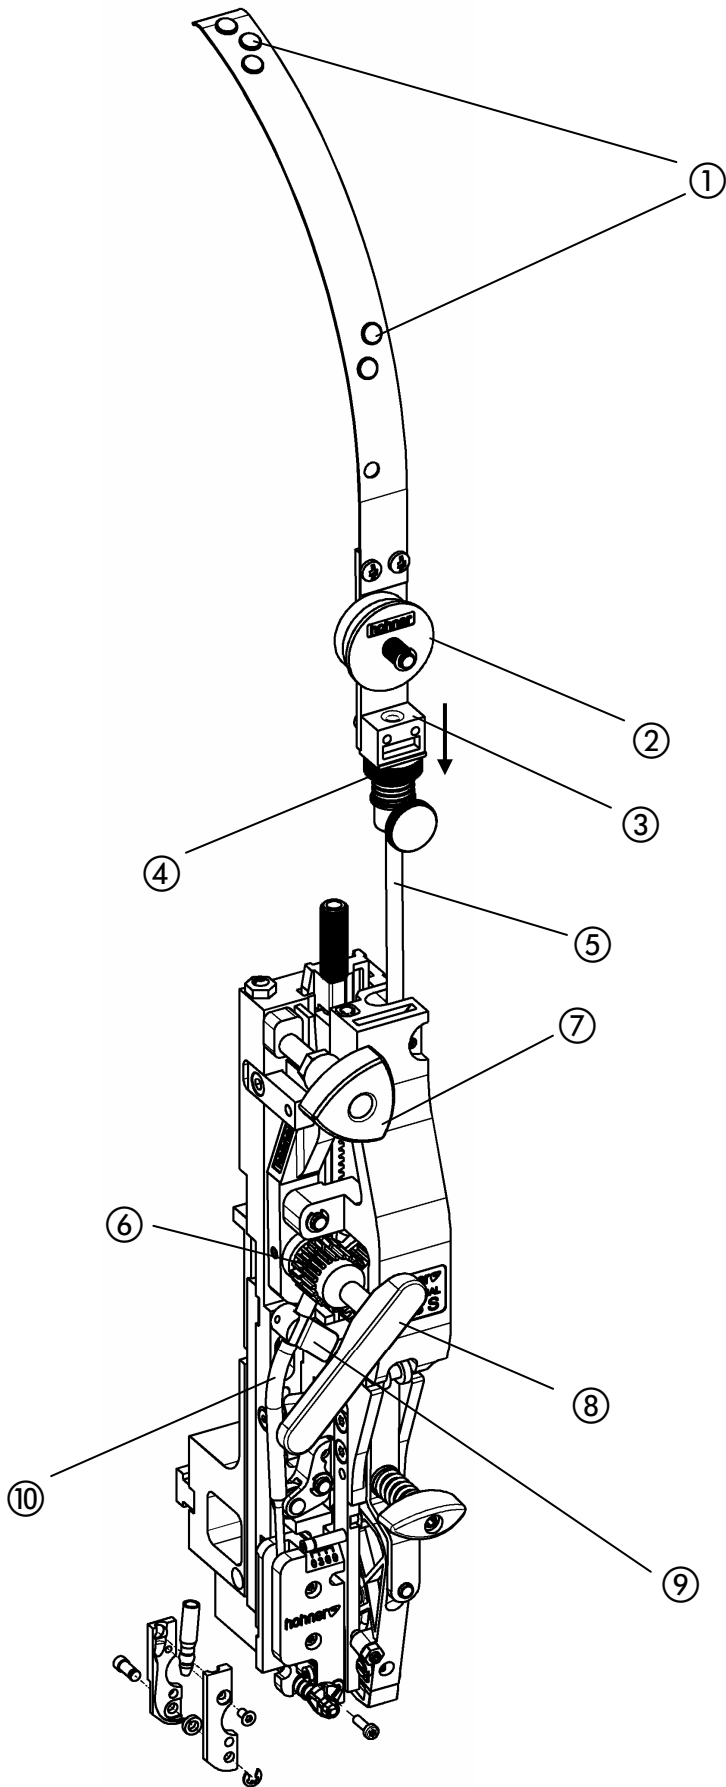

Fig. 9
- Fig. 9 -
- Desconectar el transporte de alambre (situar la empuñadura triangular ⑦ en "posición central").